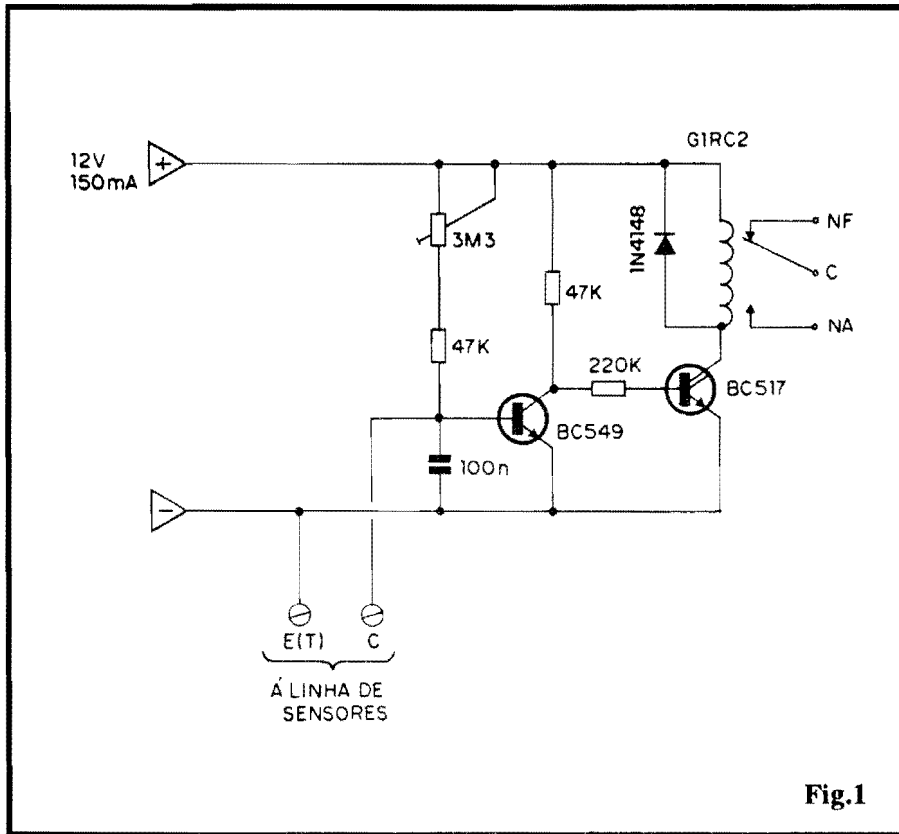

Fig.1
- FIG. 1 - DIAGRAMA ESQUEMÁTICO DO CIRCUITO - Um transistor comum, do grupo “BC”, e mais um pequeno Darlington (também da mesma série), formam todo o conjunto ativo do circuito... Em condições “normais”, o BC549 encontra-se polarizado na saturação, via resistor de 47K e trim-pot de 3M3, com o que a base do Darlington BC517 se manterá **negativa** (via resistor de 220K). O relê, na condição de carga de coletor do dito BC517, permanece desenergizado... Aos pontos E(T) e C (**emissor** / “terra”, e **coletor**), fica ligado um ou mais foto-transistores, tipo TIL78 ou equivalente (várias equivalências são possíveis...). Enquanto tais sensores forem mantidos “no escuro” (ou em condições de baixa luminosidade incidente, calibradas via ajuste no trim-pot de 3M3), nada se altera... Quando, porém,